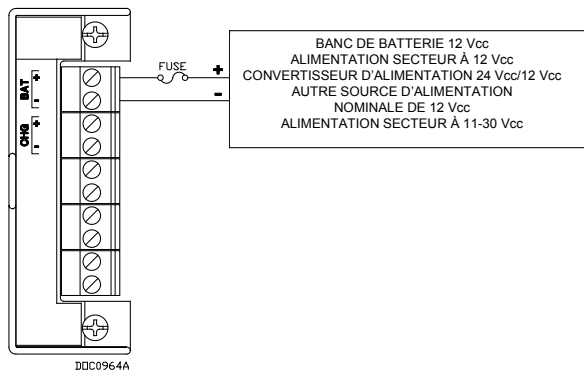

Figure 5. Alimentation 12 Vcc et câblage BAT+/BAT-
- la source de 12 Vcc dans le collier situé en dessous de la vis de raccordement BAT+ / BAT- (consultez Figure 5) **OU**
- la source de 24 Vcc dans le collier situé en dessous de la vis de raccordement + / -. La borne + doit également être dotée d'un fusible (consultez la Figure 5) **OU**
- la source de 11-30 Vcc dans le collier situé sous les vis de raccordement +/- adéquates (consultez Figure 5)